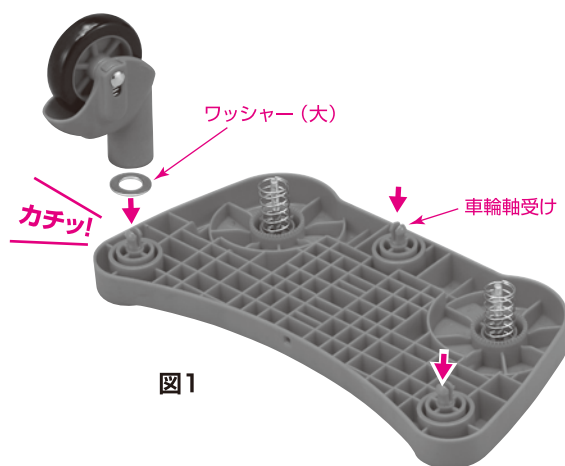

図1
- ①ボードの裏にある車輪軸受け3カ所にワッシャー(大)をセットします。
- ②車輪の軸をカチッと音がするまで差し込んでください。(図1)